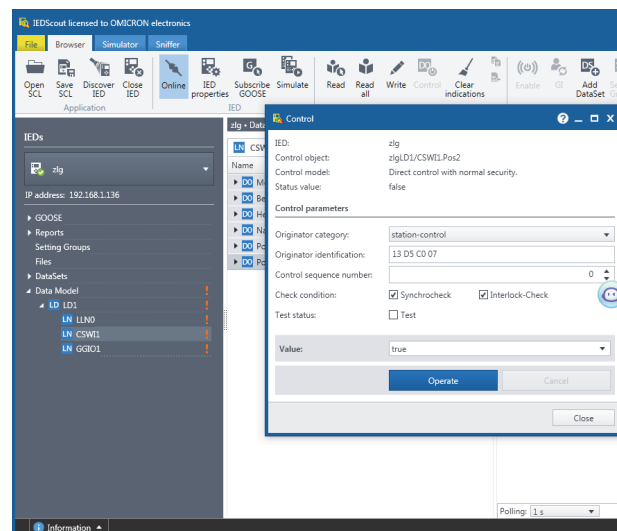

图11 IEDScout写MMS数据
2.10 MMS 写: LEDScout 写入数据, 设置如图 11 所示。